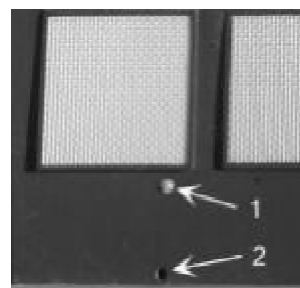

Fig. 21
- b) Take the plug out of the overflow hole (Fig 21/1), mounting it in the drain hole (Fig 21/2).
- b) Sortir le bouchon de l'orifice du déversoir (fig. 21/1) et le placer dans l'orifice de drainage (fig. 21/2).
- b) Den Stopfen aus der Überlauföffnung herausnehmen (Abb. 21/1) und ihn in die Entleerungsöffnung stecken (Abb. 21/2).